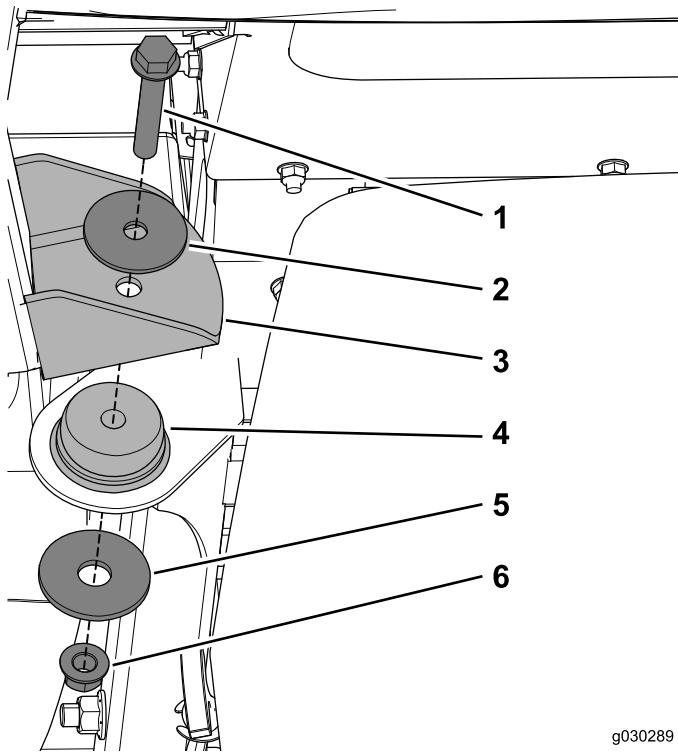

Figura 19
- Utilize um parafuso (½ pol. x 3 pol.), uma anilha de encosto, uma anilha grande e a porca de bloqueio para prender a cabina às montagens posteriores na máquina (Figura 19).